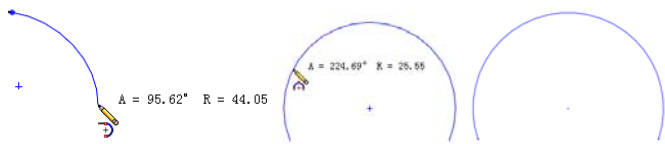

图 2-12 三点画弧
7. 在[圆弧]属性管理器中进行必要的变更，单击按钮即可，结果如图 2-12 所示。切线弧是指生成一条与草图实体相切的弧线。可以用两种方法生成切线弧，[切线弧]工具和自动过渡方法。